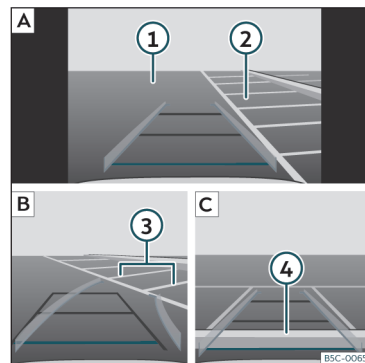

Abb. 185 Anzeige auf dem Bildschirm des Infotainment-Systems: einparken mit dem Rückfahrasistenten.
Legende zu **Abb. 185**:
- Bringen Sie das Fahrzeug vor die Parklücke >>> **Abb. 185** ② [A].
- Fahren Sie rückwärts und drehen Sie das Lenkrad so, dass die gelben Linien in die Parklücke weisen. Die grünen und gelben Linien müssen mit den seitlichen Begrenzungslinien übereinstimmen ③ [B].
- Halten Sie das Fahrzeug an, wenn die rote Linie die hintere Begrenzung erreicht hat ④ [C].